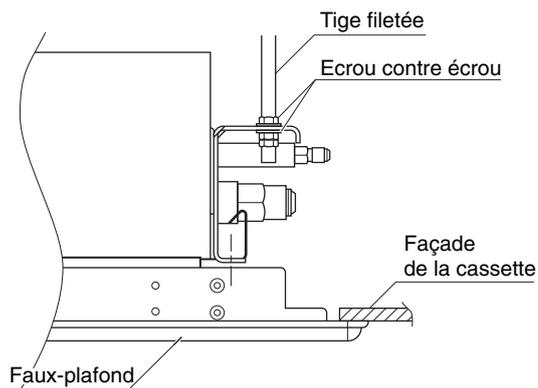

Fig. 9-3
(4) Vérifiez si la façade de la cassette est correctement alignée sur le tracé au plafond. Si ce n'est pas le cas, réajustez l'unité intérieure en réglant les écrous sur le point de suspension adéquat. (Fig. 9-3)